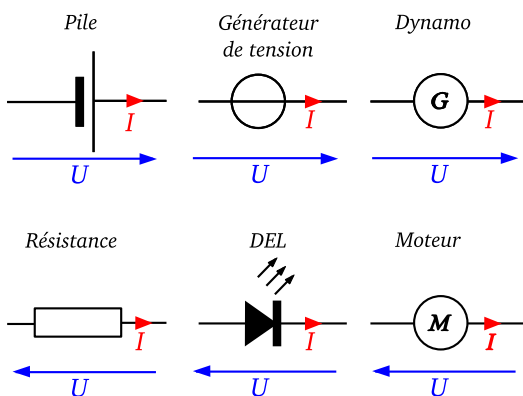

Figure 15.3 – Puissance électrique pour différents dipôles générateurs ou passifs
**La puissance électrique**  $P$  fournie par un générateur électrique est le produit de la tension  $U$  aux bornes du générateur par le courant  $I$  circulant à travers ce générateur (figure 15.3)
**La puissance électrique**  $P$  consommée par un dipôle électrique est le produit de la tension  $U$  aux bornes du dipôle par le courant  $I$  circulant à travers ce dipôle (figure 15.3)